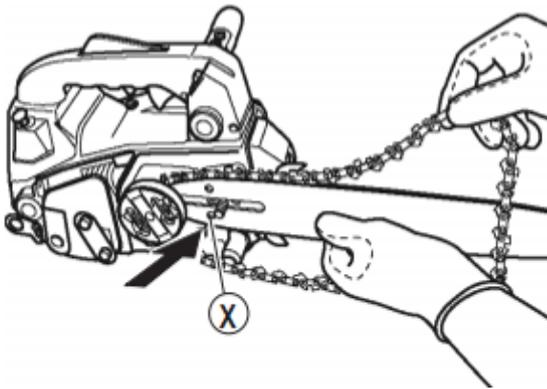

Fig.9
- 6) Monter la chaîne autour du pignon moteur derrière le groupe embrayage. Les dents de la partie supérieure doivent être orientées comme sur le gros plan. (Fig.9)
- 9) Remonter le couvercle du frein en s'assurant que le doigt de tension entre dans le trou prévu à cet effet (Fig. 9 repère x) du guide.